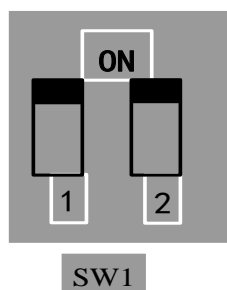

Figure 8-4
- v. Wie in Abbildung 8-4 gezeigt, befindet sich neben dem Steuerklemmenblock ein roter zweistelliger Kodierungsschalter SW1. Dieser dient zur Auswahl des Spannungssignals (0 – 5 V/0 – 10 V) oder des Stromsignals der analogen Eingangsklemme AI2. Standardwert ist der aktuelle Kanal. Wählen Sie in der eigentlichen Anwendung mit F203 den analogen Eingangskanal. Schalten Sie, wie